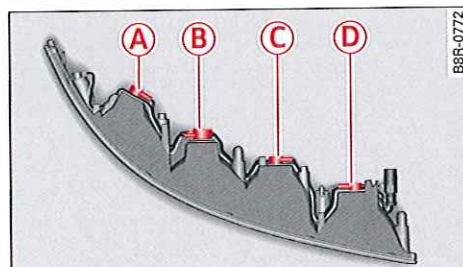

Fig. 265 Bloc d'éclairage avec douille d'ampoule repérée
- ▶ Remplacez l'ampoule du clignotant **B** ⇒ fig. 265 ⇒ page 242.